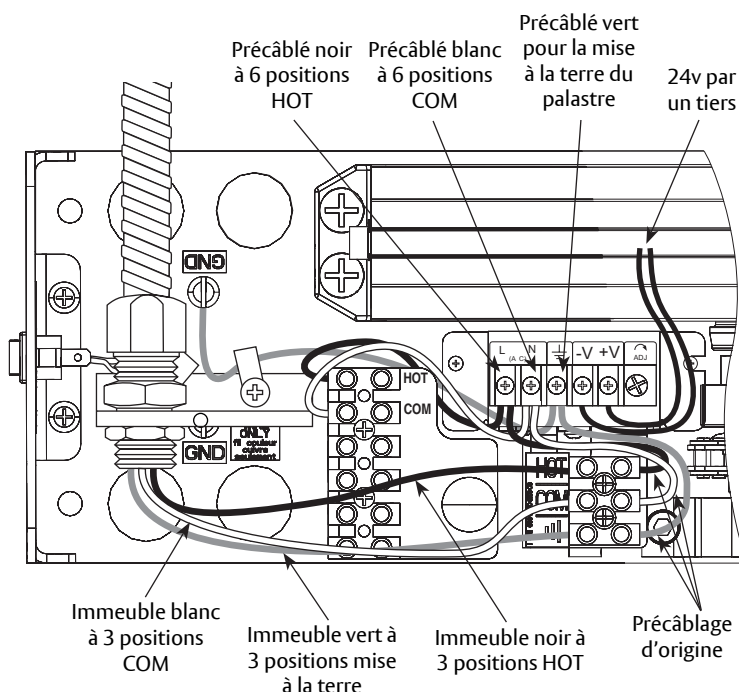

Figure 2
3. Fixer les fils 24 V (fournis par un tiers) à -V et +V sur le bloc d'alimentation. (Figure 2)